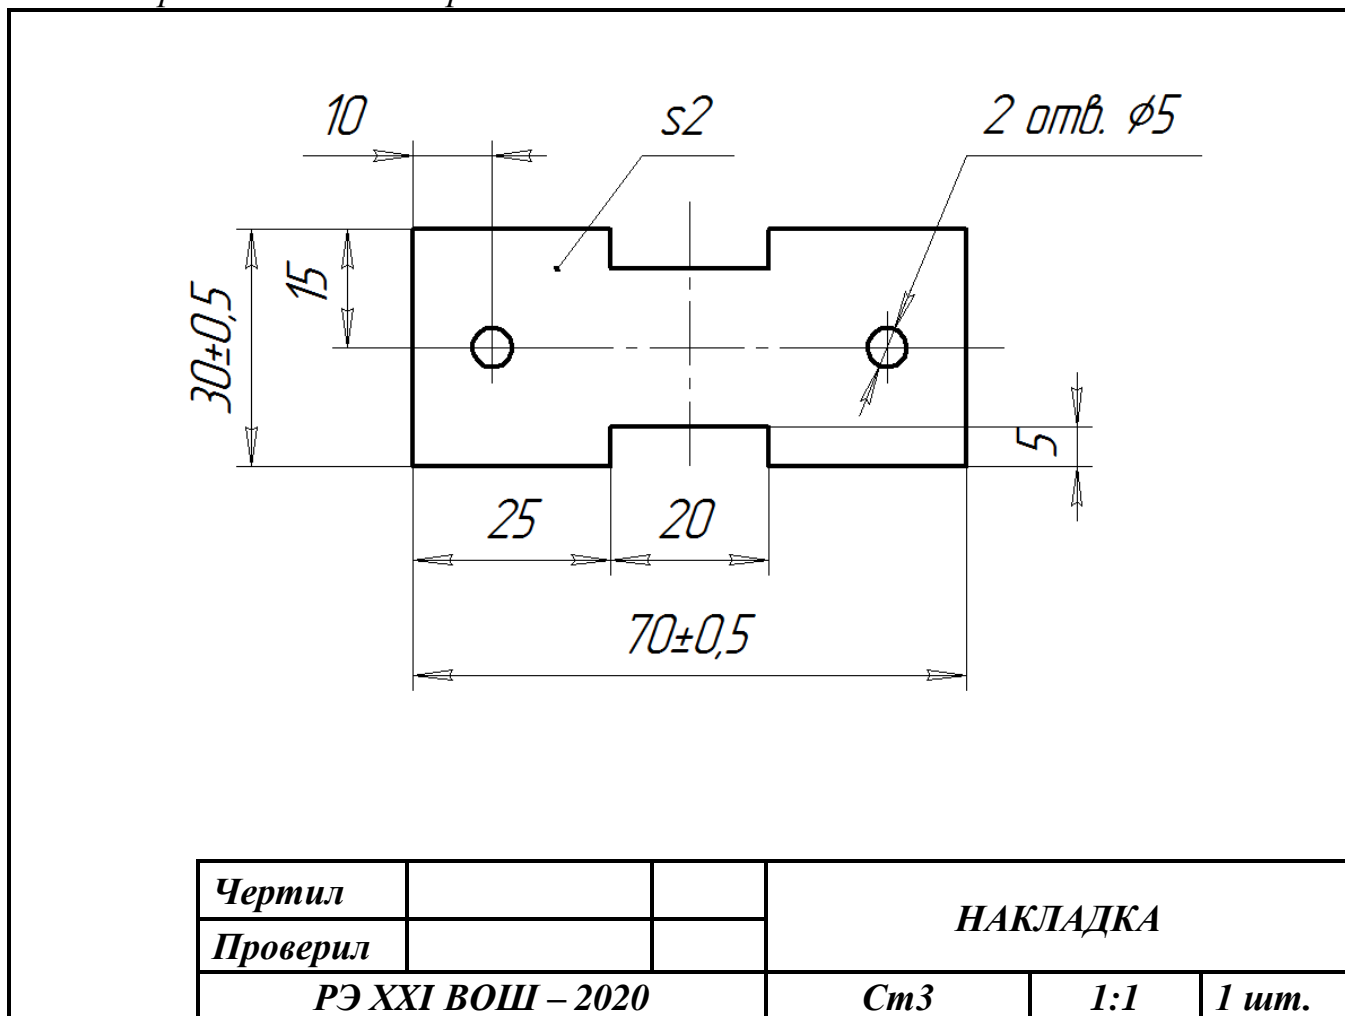

Рис. 1. Чертеж фиксирующей накладки
1. По чертежу изготовить фиксирующую накладку (рис. 1).